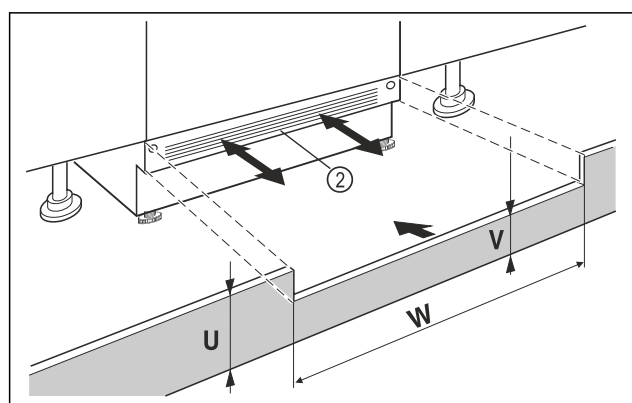

Fig. 39 Voorbeeldweergave
- Plaats de afdekking van de onderkant van het apparaat Fig. 39 (2) maar zet hem nog niet vast.
- Als de sokkelafdekking Fig. 39 (2) zichtbaar is, trek het dan naar voren totdat de voorkant van het ventilatie-ooster en de sokkelafdekking van het meubel gelijk zijn.
- Bij een verborgen sokkelafdekking Fig. 39 (2), deze gehele naar achteren schuiven.
- Controleer of de ventilatiesleuven volledig vrij zijn: Snijd indien nodig de hoogte van de sokkelafdekking Fig. 39 (U) op maat!
- Pas de hoogte van de balk onder de sokkelafdekking van het apparaat Fig. 39 (W) aan de breedte Fig. 39 (V) van de nis Fig. 39 (2) aan.